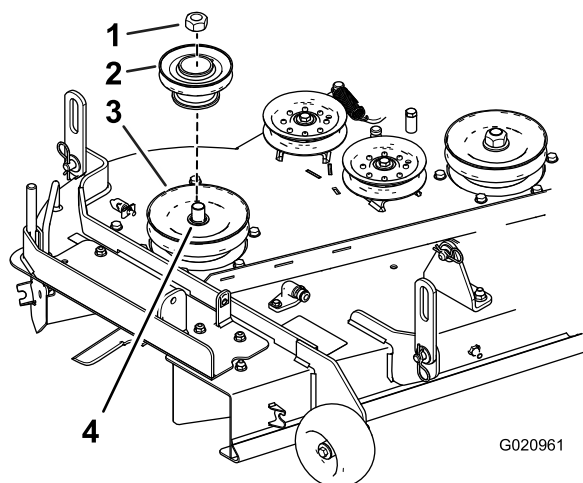

Figura 7
2. Instale el conjunto de la polea en la polea de la carcasa de corte derecha con la tuerca que retiró anteriormente. No use la arandela. Guarde la arandela y utilícela si se retira el conjunto de la polea (Figura 7).